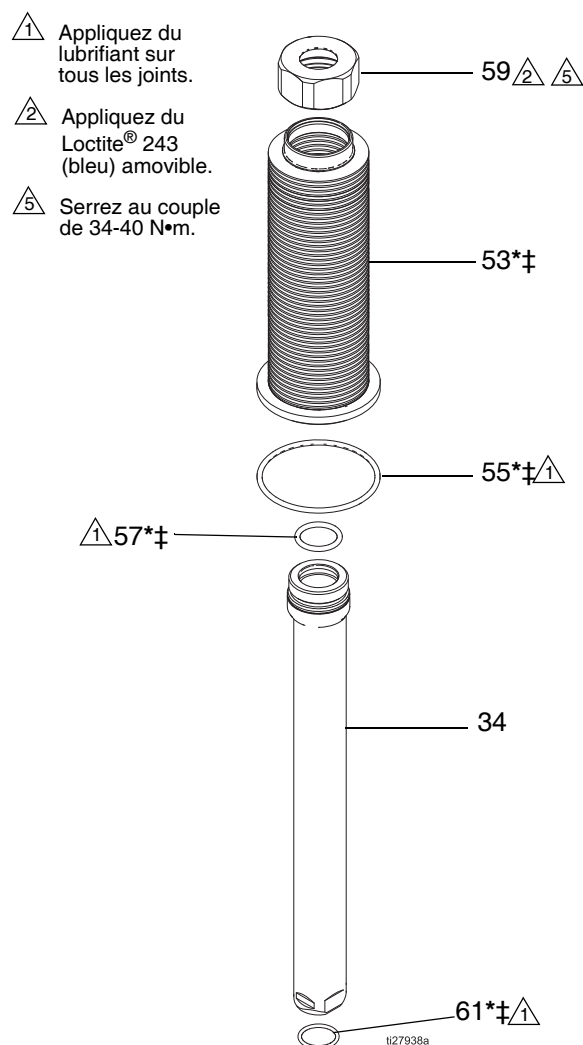

FIG. 4. Démontage ou montage des soufflets
- Enlevez le joint torique des soufflets (55).
- Enlevez l'ensemble des soufflets de la chambre à soufflets (45).
REMARQUE : L'ensemble des soufflets comprend l'écrou (59), les soufflets (53), les joints toriques (57 et 61) et le manchon à soufflets (34). Pour le démontage, reportez-vous aux instructions de la page 8 et à la FIG. 4 à la page 9.
- Retirez les quatre vis à tête (40) situées autour de la base de la chambre à soufflets (45). Soulevez la chambre à soufflets du boîtier de sortie du fluide (16). Veillez à ne pas endommager la tige de piston (17).
Voir la FIG. 4, page 9.
7. Enlevez le joint torique des soufflets (55). Voir la FIG. 4, page 9.
8. Enlevez l'ensemble des soufflets de la chambre à soufflets (45). Retirez le joint torique (57).
9. Si les soufflets sont défectueux, retirez également la vanne de purge (26) de la plaque supérieure. Nettoyez le passage du fluide de toute obstruction de peinture.